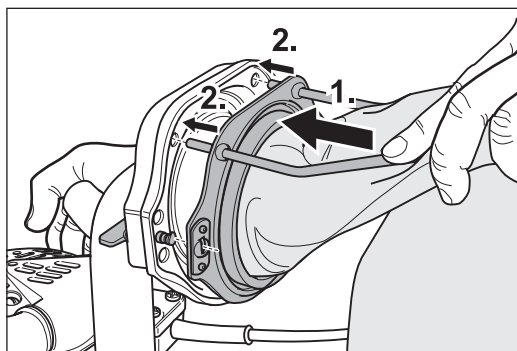

Abb. 3 Den Staubbeutel über den Aufnahmeflansch schieben (1.) und mit den beiden Metallzapfen fixieren (2.).
- 5 Schieben Sie die Öffnung des Staubbeutels über den Aufnahmeflansch am Ende des Rohrbogens (Abb. 3, 1.). Fixieren Sie den Staubbeutel mit den beiden Metallzapfen (Abb. 3, 2.).